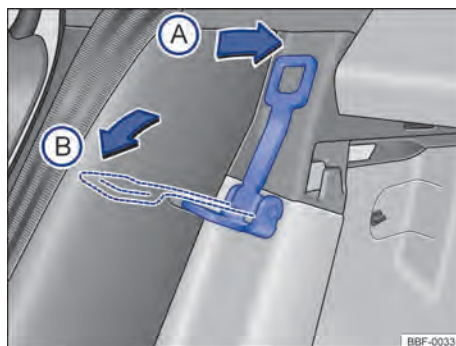

Fig. 65 Atrás del asiento trasero: palanca para regular la inclinación del respaldo
- **Posición A:** colocar la palanca → fig. 65 en el sentido de la flecha , para volver el respaldo del asiento a su posición original.
- **Posición B:** poner la palanca → fig. 65 en la dirección de la flecha , para ampliar el maletero.
Volkswagen recomienda no montar el asiento para niños en el asiento trasero en la posición  → fig. 65.